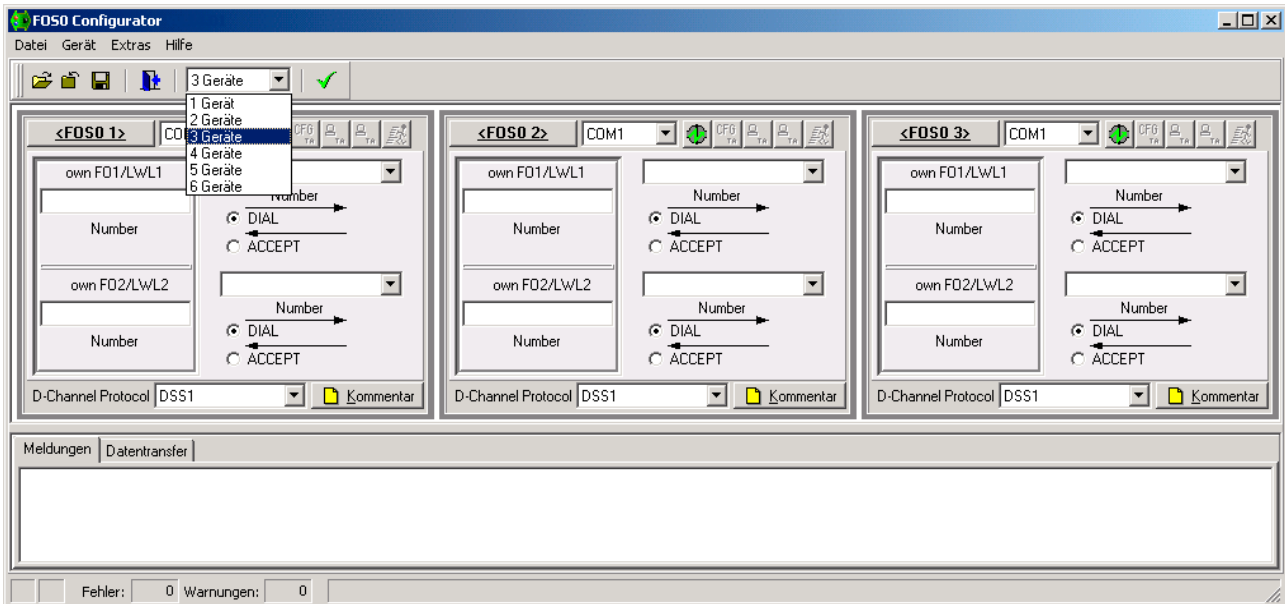

Bild 14 Parametrierung für 3 Enden, Wahlleitungskonfiguration
Das Bild 14 zeigt die Grundeinstellung des FOS0-Configurators nachdem in der Menüleiste 3 Geräte ausgewählt wurden.
- Festlegung des verwendeten D-Kanal-Protokolls im Drop-Down-Menü (D-Channel Protocol, hier im Beispiel für die Wahlleitung DSS1, Bild 14).